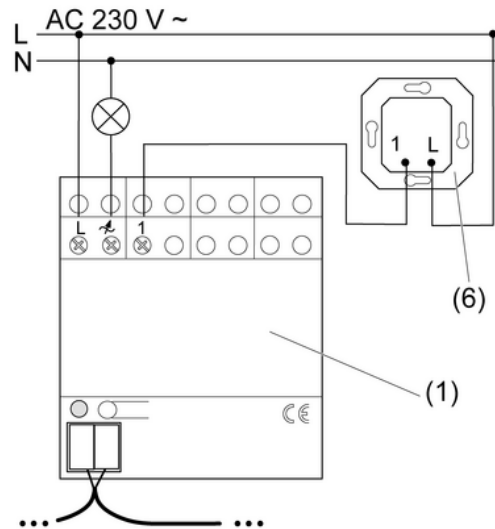
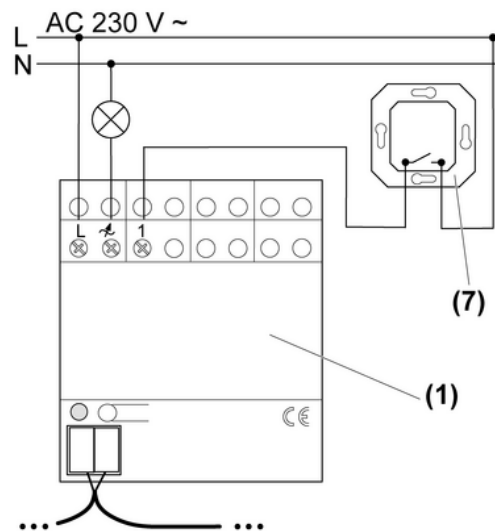

Figura 3: Collegamento di un regolatore esterno a 2 fili (6)
Figura 4: Collegamento di un tasto installazione non illuminato (7)
- Montare variatore di luce (1) su guida.
- Collegare il variatore di luce, il carico ed ev. il regolatore esterno secondo lo schema di collegamento (figura 3) o (figura 4).